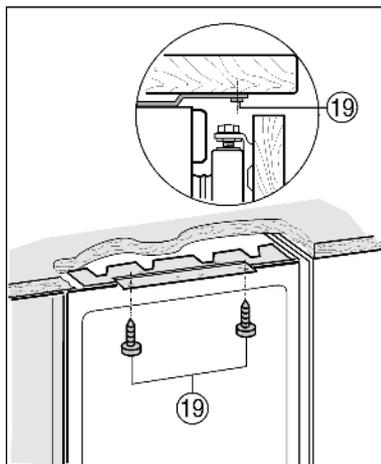

Fig. 12
- ▶ Mit langen Spanplattenschrauben *Fig. 12 (19)* oben anschrauben.